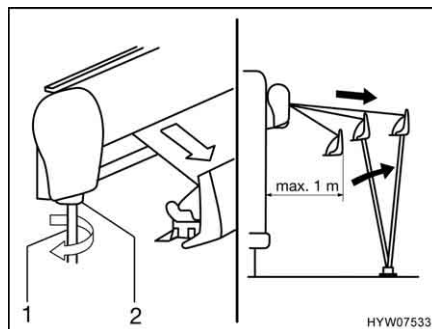

Fig. 8 Estrazione della tenda
- Inserire la manovella (Fig. 8,1) nel supporto a baionetta (Fig. 8,2) della tenda e girarla in senso antiorario. La tenda si apre dopo un paio di rotazioni.